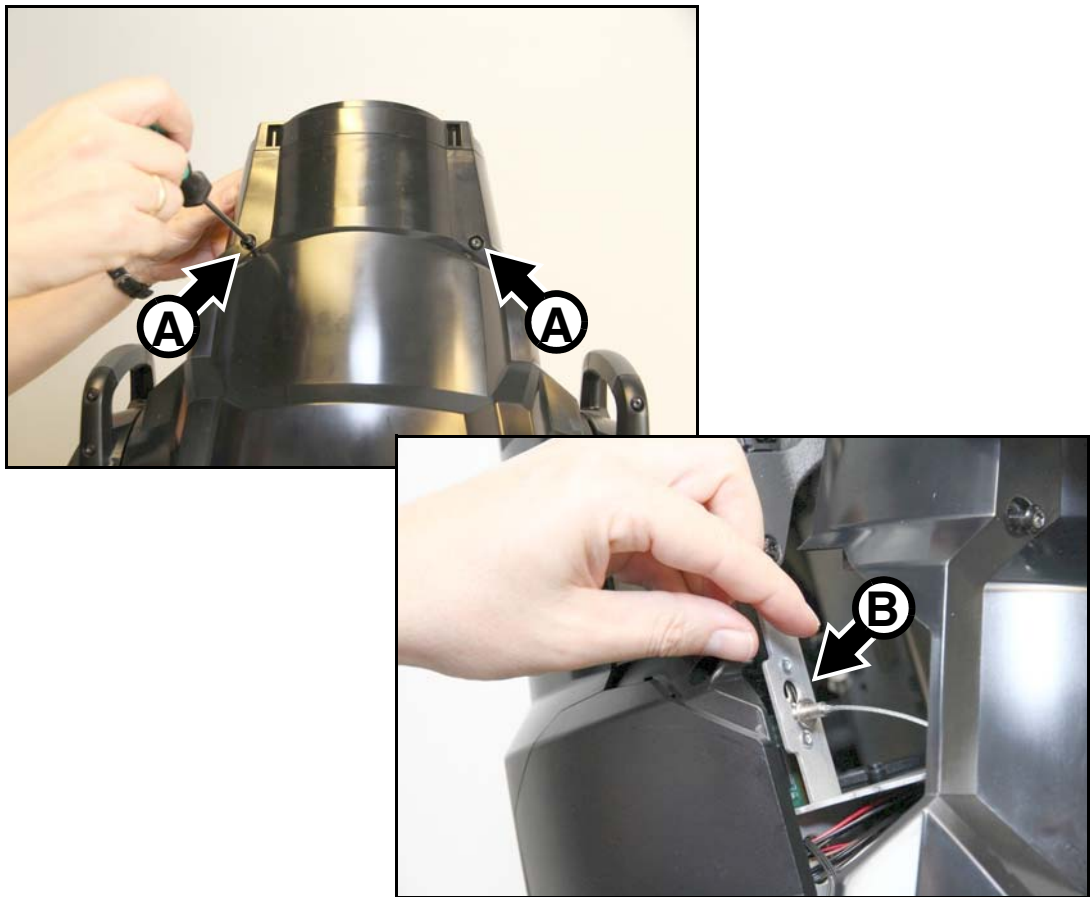

Bild 9: Zugriff auf den Kopf
2. Siehe Bild 9. Lösen Sie beide Schnellverschlüsse **A** (Torx 25). Heben Sie die Abdeckung an der Vorderseite etwas an und ziehen Sie die Abdeckung etwas nach vorne, bis sich die Abdeckung vom Kopf löst.
4. Für den einfachen Zugriff auf die Komponenten des Kopfes kippen die Frontlinse leicht nach unten (siehe Bild 9). Verriegeln Sie in dieser Position die Tiltsperr.
1. Siehe Bild 9. Drücken Sie den Halter **B** des Sicherungsseils der Kopfabdeckung in das Montageloch und schieben Sie den Halter nach außen, bis er einrastet.